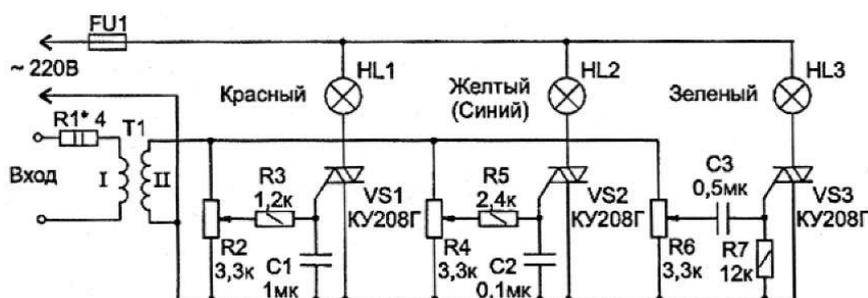

рис. 4
16. Имея симисторы КУ208Г, очень легко собрать другую ЦМУ. Достаточно приобрести всего 18 деталей и разделительный трансформатор. Схема ЦМУ очень проста (рис. 4). Она трехканальная. Сигнал звуковой частоты поступает на вход через повышающий трансформатор Т1. Он же играет роль разделительного элемента между ЦМУ и источником звукового сигнала, одновременно повышая амплитуду (напряжение) входного сигнала до необходимого для срабатывания симисторов уровня.